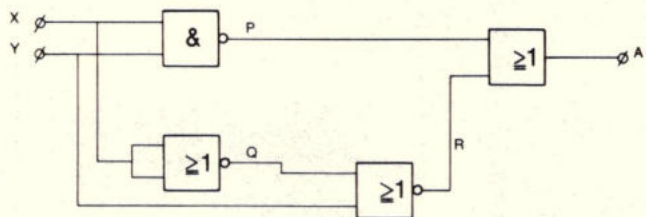

Fig. 10.
2. In fig. 10 is een schakeling voor digitale signalen gegeven.